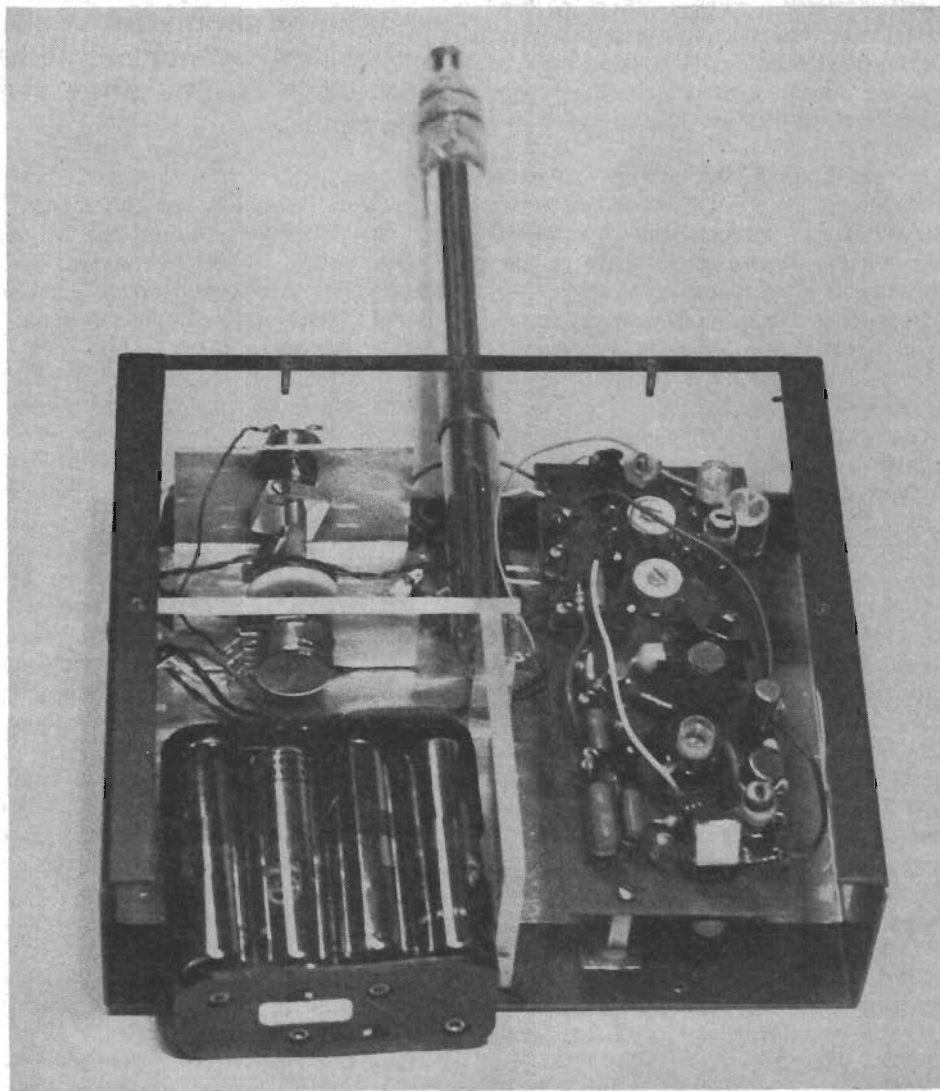

Fig 9. Den färdigmonterade sändaren med nedre gaveln borttagen.
2) Av en bit aluminiumplåt, 1 mm tjock (t ex *Clas Ohlson M1032*) och 250 mm lång, skär man av en remsa, 130 mm bred längs ena kortsidan. Denna blir lådans framsida. Med linjer markerar var plåten skall bockas för att få utseendet enligt fig 9. Skär av en plåt med måtten 130×143 mm, vilken blir bakstycket.